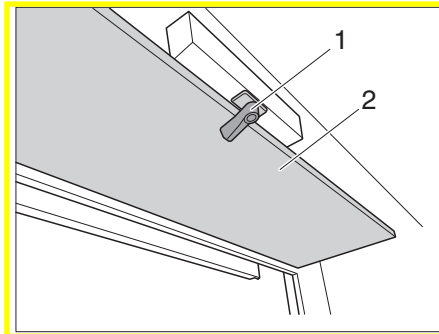

Bild 149 Klappe für Kurbel
- Verriegelung (Bild 149,1) lösen und Klappe (Bild 149,2) nach unten klappen. Hinter der Klappe befindet sich die Kurbel für die Höhenverstellung.